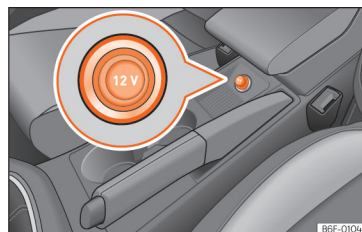

Fig. 118 Tomada de corrente dianteira.
- Retire a tampa da tomada de corrente situada na consola central »» **Fig. 118**.